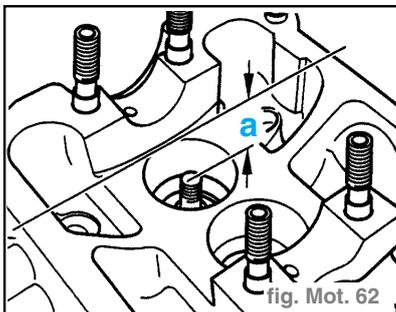

fig. Mot. 62
- Mesurer l'écart **-a-** entre l'extrémité de la tige de soupape et le rebord supérieur de la culasse. (fig. Mot. 62)